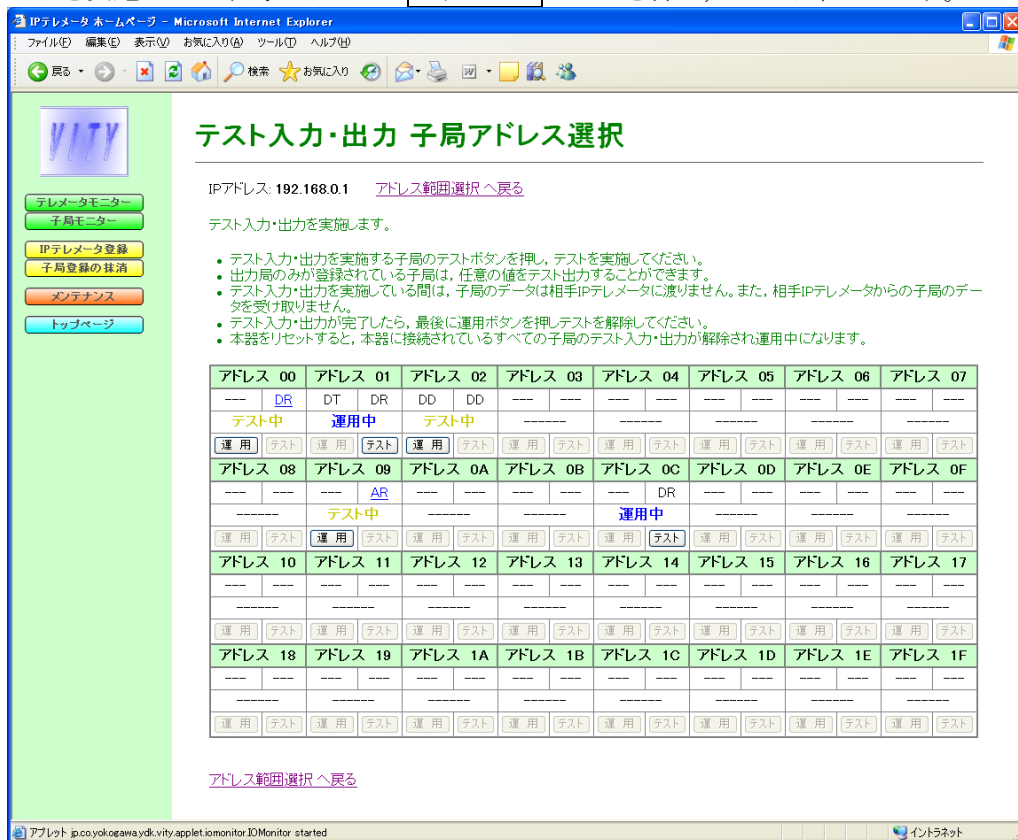

図 9.14 [テスト入力・出力 子局アドレス選択 テスト中] 画面
- (4) テストが完了したら **運用** ボタンを押し、テスト状態を解除して運用中にします。
- (5) 出力局のみが接続されている子局（入力局と対でない出力局。図 9.14 の例ではアドレス 00：DR，アドレス 09：AR）の場合は任意のデータを出力できます。（3）において，子局のリンクをクリックします。
- (6) テキストボックスに出力したい値を入力し，最後に **出力** ボタンを押します。